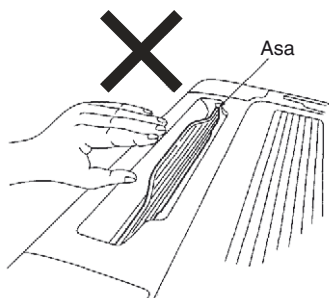

Fig. 7-2
- Não toque o flape nem exerça força no mesmo. (Fig. 7-2) (Isso pode causar um mau funcionamento do flape.)